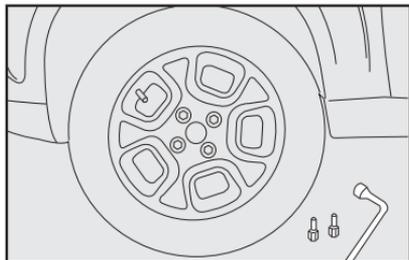

fig. 8
11) Apertar os parafusos utilizando a chave de roda específica **fig. 8**.